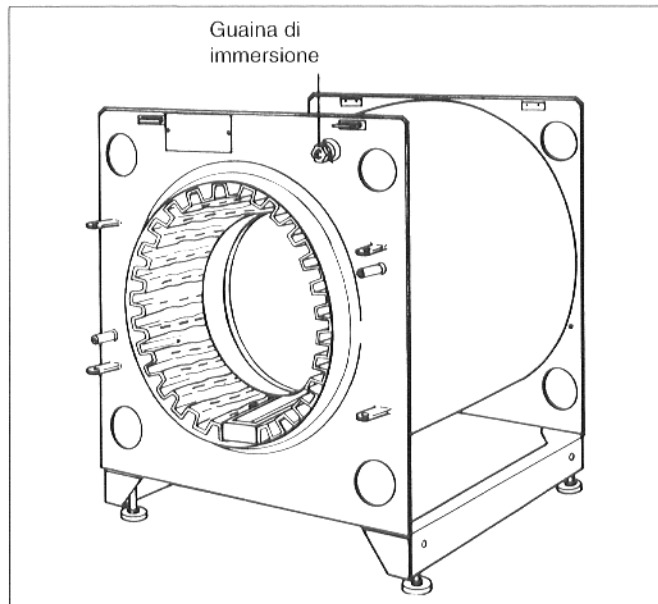

Fig. 5
- Togliere la protezione dalla guaina d'immersione (fig. 5).